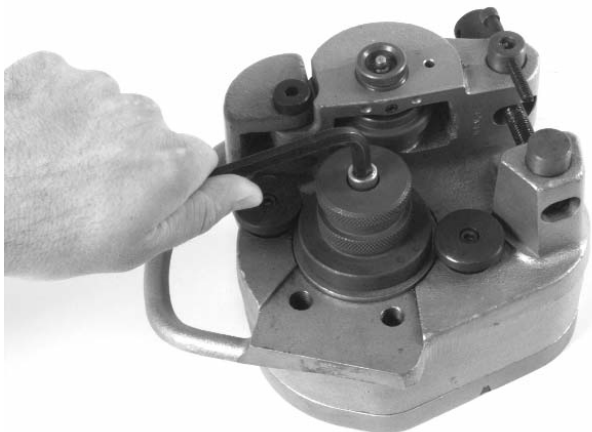

Figura 8 – Extracción del tornillo hexagonal fuera del rodillo de accionamiento
- Extraiga el tornillo hexagonal que retiene al rodillo de accionamiento con una llave hexagonal de 5/16 pulgada (Figura 8). Si va a usar un juego de rodillos para tubos de entre 8 y 12 pulgadas o uno para tubos de entre 4 y 6 pulgadas de diámetro, extraiga los pernos que retienen al rodillo de accionamiento con una llave hexagonal de 3/8 pulg.